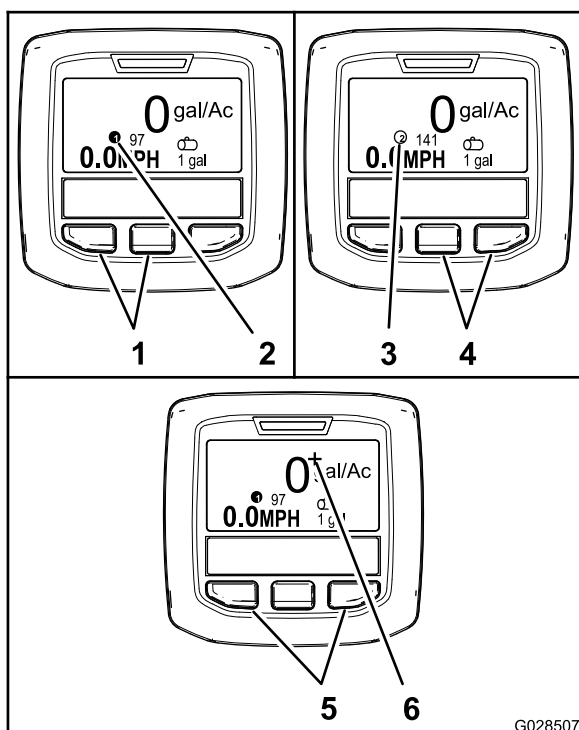

Figura 56
- Para selecionar a taxa de aplicação 1, pressione os dois botões esquerdos no InfoCenter (Figura 56).
**Nota:** Surge um ícone ①G028714.
- Para selecionar a taxa de aplicação 2 (taxa de aplicação), pressione os dois botões direitos (Figura 56).
**Nota:** Surge um ícone ②G028715.
- Para aplicar um aumento temporário da taxa de aplicação, mantenha premidos os dois botões exteriores (Figura 56).